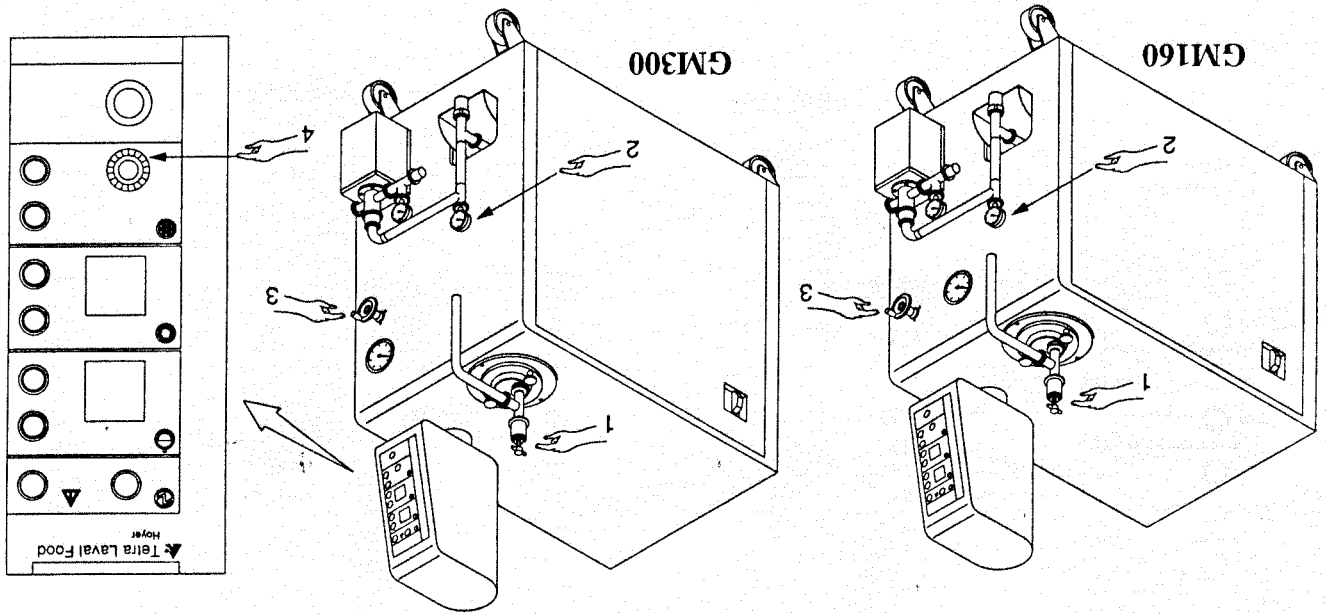

Fig. 6.4
- 15 - Regolare la pressione del gelato interno al cilindro agendo sulla vite di registro (Part. 1, Fig. 6.4) posta sopra il cilindro stesso.
- Verificare che il manometro (Part. 2, Fig. 6.4) posto tra mandata pompa e ingresso cilindro indichi circa 6 bar.
- Se la pressione scendesse al di sotto di questi livelli, potrebbe risultare troppo bassa e causare difficoltà nel mantenimento di una produzione costante. Chiudere la vite di registro (Part. 1, Fig. 6.4) affinché la pressione torni a 6 bar; se il gelato non esce nella consistenza desiderata, controllare che:
- aprire completamente la vite di registro (Part. 1, Fig. 6.4),
- aumentare la velocità della pompa tramite il volantino (Part. 3, Fig. 6.4),
- usare il dispositivo del regolatore gas caldo agendo sul potenziometro (Part. 4, Fig. 6.4).